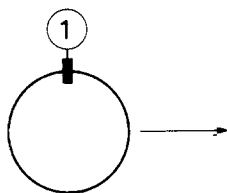
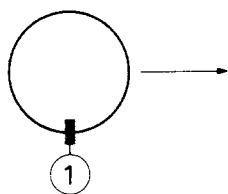

Fig. 4a
Fig. 5a
La convergenza dinamica si ottiene spostando il giogo di deflessione in senso orizzontale e verticale. Per assicurare l'esatta posizione dell'unità di deflessione, tre cunei di gomma sono posti tra il vetro dell'ampolla del cinescopio ed il giogo stesso, come illustrato in Fig. 4a o 5d.
3. Eliminare l'incrocio delle righe centrali orizzontali e verticali blu e rosse con uno spostamento verticale del giogo. Se la posizione del giogo è corretta, inserire il cuneo di gomma (1) in alto (Fig. 4a) o in basso (Fig. 5a) senza togliere la striscietta di carta.
L'inserzione del cuneo come da Fig. 4a va eseguita se il giogo è spostato verso l'alto, come da Fig. 5a se il giogo è spostato verso il basso.